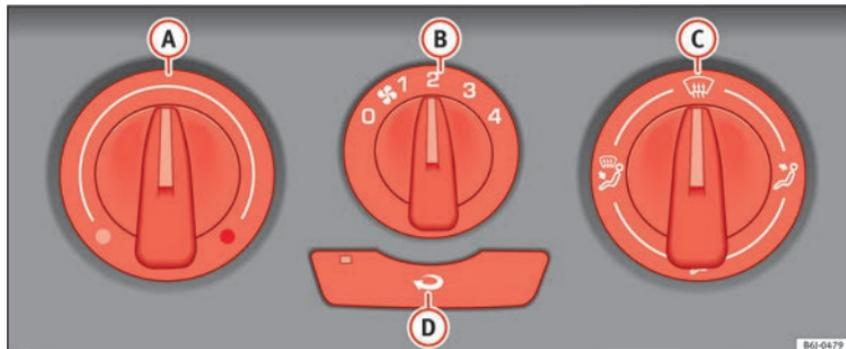

Fig. 125 Mandos de la calefacción en el tablero de instrumentos.
- Con los reguladores **A** y **C** y con el mando **B** ►►► fig. 125 se regula la temperatura, la distribución del aire y la velocidad de la turbina.